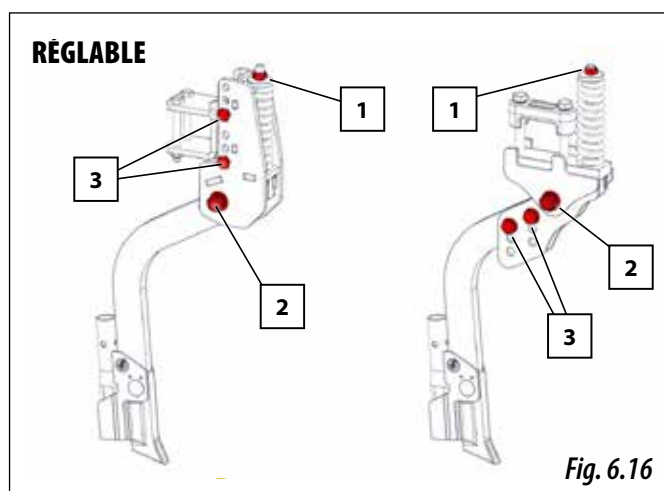

Fig. 6.16
Jouer sur l'écrou du ressort (élément 1 de la figure 6.16) pour régler la pression exercée par le bras sur le sol.
Ces bras sont fixés au support au moyen d'une vis spéciale SOLÀ (élément 2 de la figure 6.16) munie d'un écrou autobloquant (ce dernier permet de contrôler le jeu du bras). Ces bras sont réglables individuellement en profondeur et peuvent donc être abaissés pour en ajuster la hauteur :
- 1- Retirer les vis et les écrous (éléments 3 de la figure 6.16).
- 3- Introduire les vis et les écrous dans leur nouvel emplacement (éléments 3 de la figure 6.16).